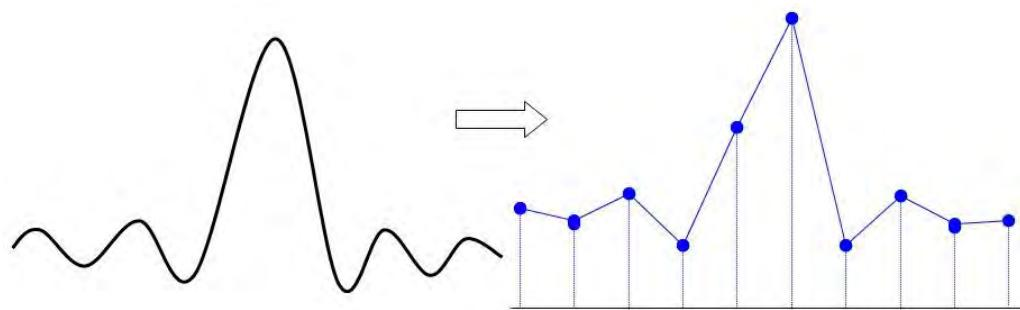

Figure 10-1
- Distorsion de la forme d'onde : En raison du faible taux d'échantillonnage, les détails de la forme d'onde peuvent manquer, la forme d'onde échantillonnée peut être très différente du signal réel, comme le montre la figure 10-1.